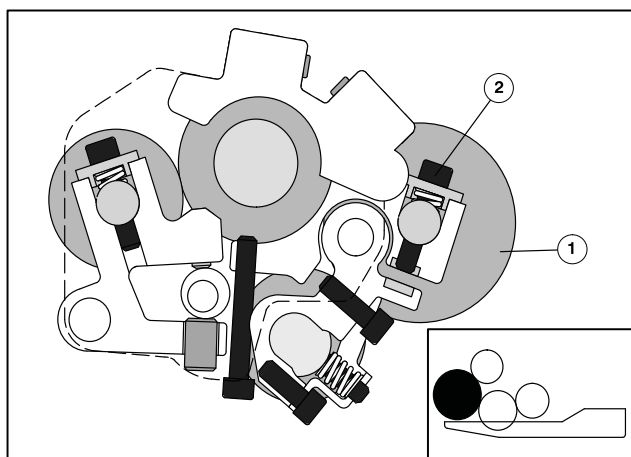

図27 水着けローラの取り外し
- ❶ 湿し装置の上下を逆にします。
- ❷ 付属のホルセットレンチで、駆動側と操作側のネジ(図27/❷)を完全に緩め、キャップおよびバネと共にローラのシャフトから取り外します。
- ❸ 水着けローラ(図27/❶)を軸受けから取り外します。